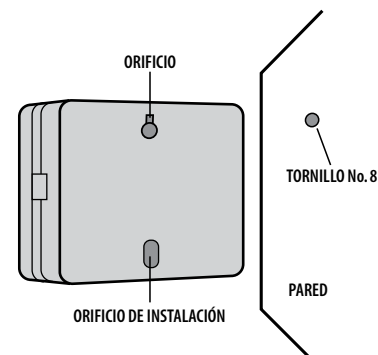

Figura 12b: instalación del temporizador del aspersor
- Deslice el espacio para el orificio de la parte posterior del temporizador del aspersor sobre el tornillo extendido. [Ver la Figura 12b]